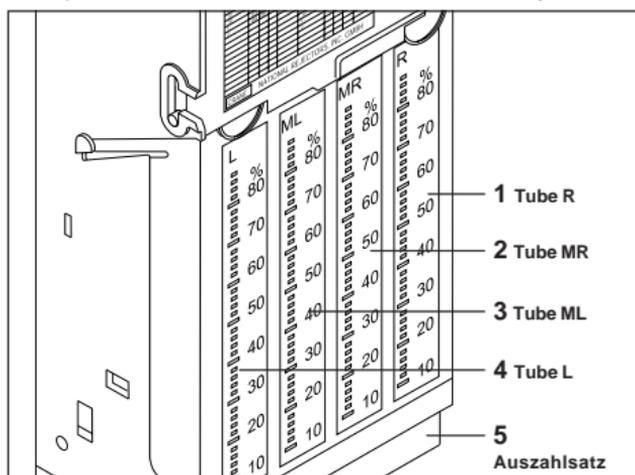

Abb. 3: Auszahleinheit
Die Auszahleinheit umfasst vier Wechselgeldtuben 1–4 mit unterschiedlichen Durchmessern zum Sammeln bis zu vier verschiedener Münzsorten, die dem Kunden als Wechselgeld ausgegeben werden können (s. Abb. 3). Welche Tube welche Münzsorte aufnehmen soll, ist abhängig vom Münzdurchmesser werkseitig kundenspezifisch programmiert. Die Speicherkapazität an Tubenmünzen ist abhängig von der Dicke der Münzsorte (Richtwert: ca. 61 Stück 0,50-Euro-Münzen pro Tube).
Das Auszahlen des Wechselgelds erfolgt mit Hilfe zweier unten im Auszahlsatz **5** installierter Motoren, deren Drehen eine Münze ausgibt. Dabei ist der linke Motor für die Tuben „links (L)“ **4** und „Mitte links (ML)“ **3** und der rechte Motor für die Tuben „rechts (R)“ **1** und „Mitte rechts (MR)“ **2** zuständig. (S. Abb. 3)